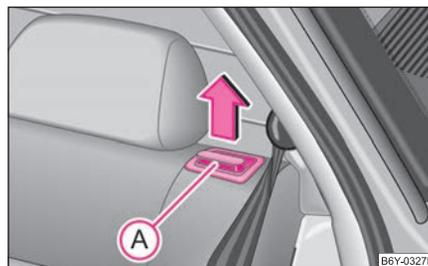

Abb. 52 Rücksitzlehne
- Entriegeln Sie die Rücksitzlehne durch Ziehen des Sicherungsknopfs A und klappen Sie sie nach vorn ⇒ Seite 58, Abb. 52.
- Vergewissern Sie sich, dass der rote Teil des Sicherungsknopfs A nicht zu sehen ist ⇒ Seite 58, Abb. 52.
Der Rücksitz ist mit einer Signalisation der Rücksitzlehnen-Sicherung ausgestattet. Wenn Sie die Rücksitzlehne entriegeln, schiebt sich aus ihr der Sicherungsknopf A ⇒ Seite 58, Abb. 52 mit einer roten Fläche. Wenn Sie die Rücksitzlehne richtig verrastet haben, schiebt sich der Sicherungsknopf in die Rücksitzlehne und er ist nicht mehr zu sehen.